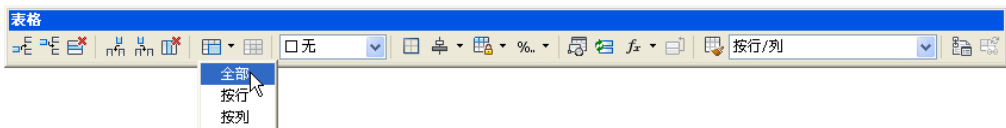

图 7-39 合并全部操作
(15) 在如图 7-39 所示的“表格”工具栏中选择“合并单元”按钮下拉菜单中的“全部”命令，或者在功能区的“表格单元”选项卡中单击“合并”面板中的“合并全部”按钮.